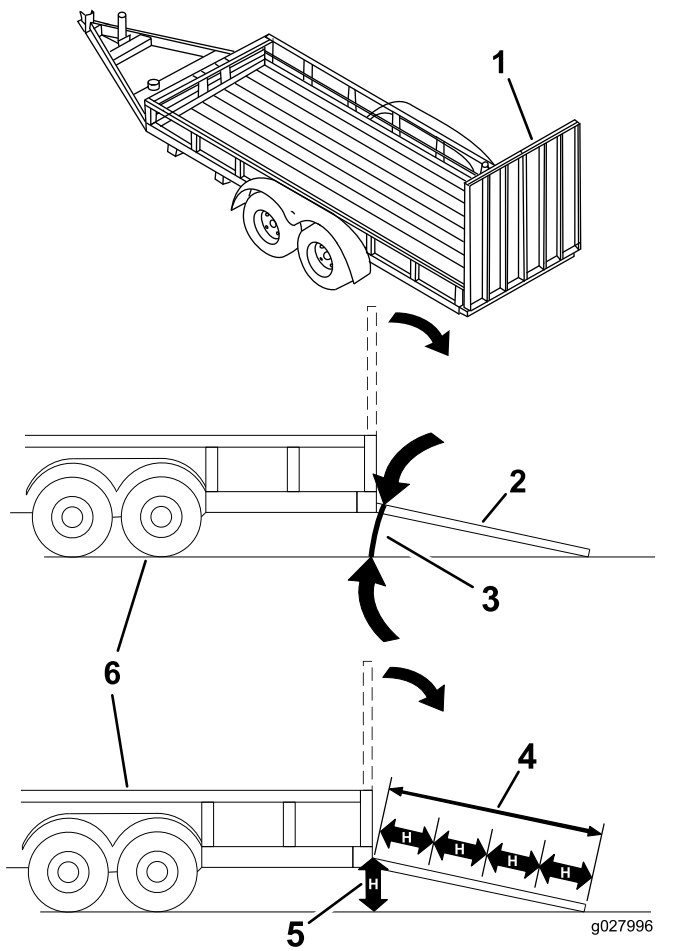

Figure 35
Le chargement de la machine sur une remorque ou un camion augmente le risque de basculement, et donc de blessures graves ou mortelles (Figure 35).
1. Abaissez la rampe pour que l'angle avec le sol ne dépasse pas 15 degrés (Figure 35).